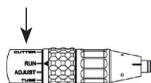

Figure 1
1. Tourner le manchon de verrouillage de l'accessoire pour aligner la flèche avec le symbole « ADJUST » (Ajuster) (Figure 1).
3. Tourner le manchon de verrouillage de l'accessoire pour aligner la flèche avec « RUN » (Marche) (Figure 1).
1. Tourner le manchon de verrouillage de l'accessoire pour aligner la flèche avec « CUTTER » (Figure 1).
3. Tourner le manchon de verrouillage de l'accessoire pour aligner la flèche avec « TUBE » (Figure 1).